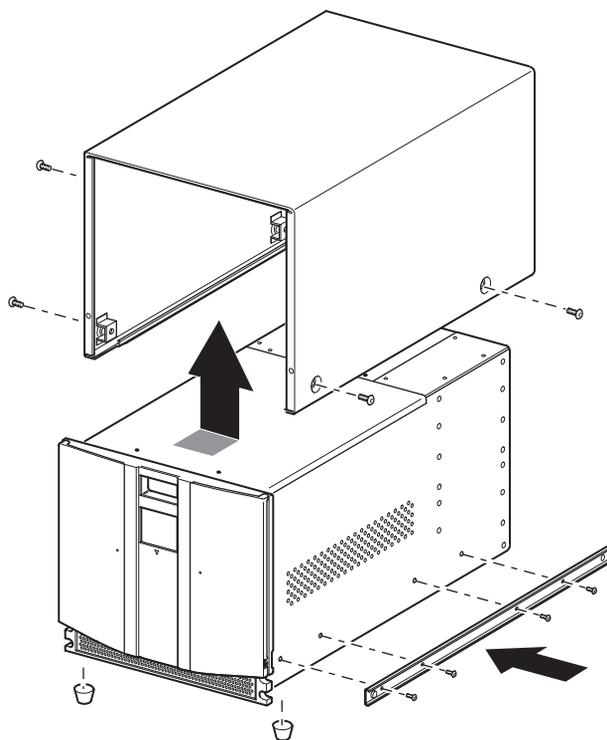

Figura 11: Conversión de un modelo de sobremesa (se muestra un modelo de cuatro unidades)
1. Utilice la plantilla suministrada con la biblioteca para señalar la ubicación del hardware de montaje en los rieles de montaje del receptáculo del bastidor (consulte la Figura 11). Los puntos negros a lo largo de los lados de la plantilla indican la parte superior de una U.